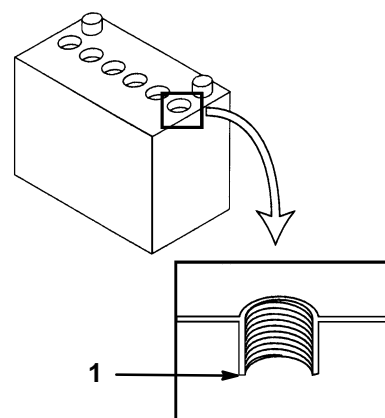

Abbildung 52
3. Die Zellenabdeckung herunterheben, um in die Zellen zu sehen. Die Füllsäure muß bis zum unteren Teil der Röhre reichen (Abb. 52). Der Füllsäurestand darf nicht unter die Platten fallen.
2. Die Zellenabdeckung herunterheben (Abb. 52).
3. Langsam destilliertes Wasser in jede Batteriezelle gießen, bis die Flüssigkeit bis zum unteren Teil der Röhre reicht (Abb. 52).